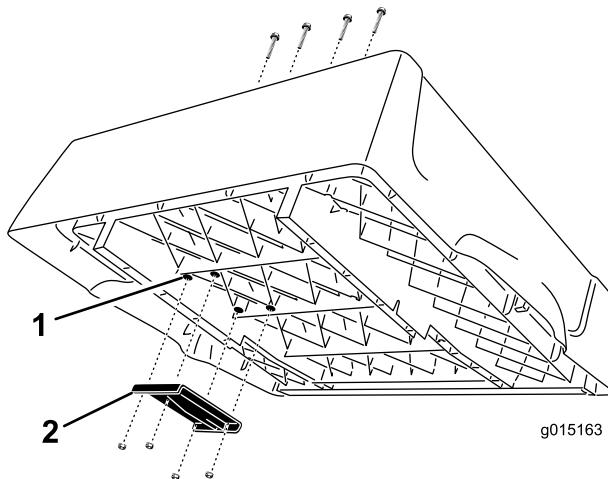

Figura 4
1. Localice los 4 salientes en el lado derecho de la cara inferior de la plataforma (Figura 4). Usando una broca de 3/8 pulgada, perfore cuidadosamente a través de los salientes para abrir cuatro taladros pasantes en el suelo de la plataforma.
de cabeza redonda, (3/8 x 2-1/2 pulgadas) y contratuerca con arandela prensada ('Whizlock') (3/8 pulgada). Coloque el soporte según se muestra en Figura 4.